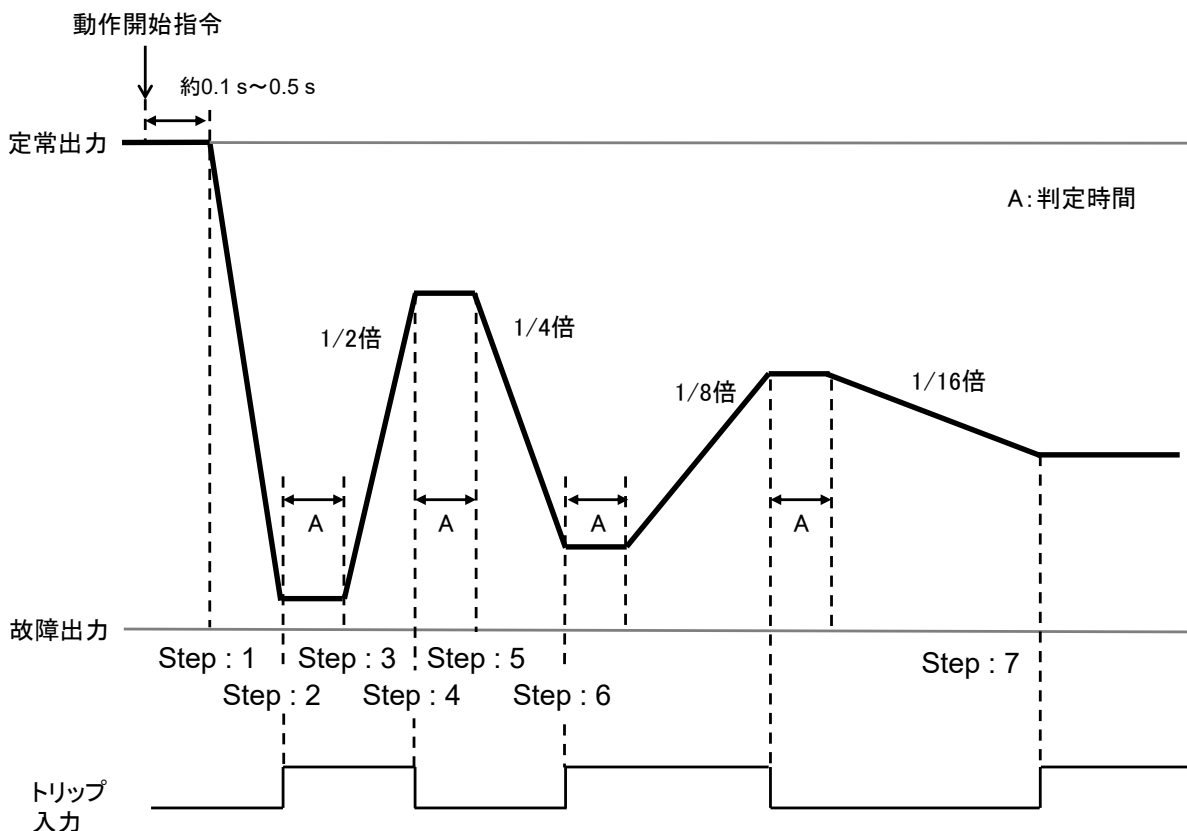

図 3-15 自動スイープ試験シーケンスの例（出力急変：無効時）
出力急変：無効，スイープ方向：定常⇒故障，スイープ回数：3回，出力カット：無効に設定したときの試験シーケンスの例を図3-15に示します。
- Step : 3** 判定時間後に再びトリップ信号を判定し、トリップ信号が入力されていれば定常方向に、解除されていれば故障方向にスイープを再開します。これは、スイープを停止して一定の時間後にトリップ信号が解除された場合は、はじめの inputs がチャタリングによるものと判断するためです。図 3-15 においてスイープの速さは、はじめの 1/2 倍の時間となります。
- Step : 5** 判定時間後、トリップ信号が解除されていれば故障方向に、トリップ信号が入力されていれば定常方向にスイープします。スイープの速さは先ほどの 1/2 倍の時間（はじめの設定時間の 1/4 倍）となります。図 3-15 においてスイープ回数は2回になります。